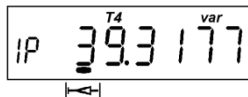

Рисунок 4.12
- прогнозируемая фактическая величина отпущенной реактивной мощности (отображается мнемоникой "**var**" и маркером "⏏") (рисунок 4.12):